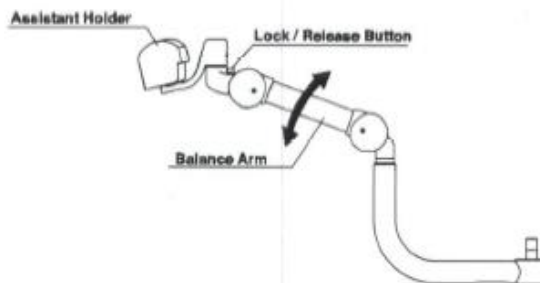

Рис.3-27 Консоль ассистента с регулируемой высотой
(7) Консоль ассистента с регулируемой высотой (опционально) (**Рис.3-27**)